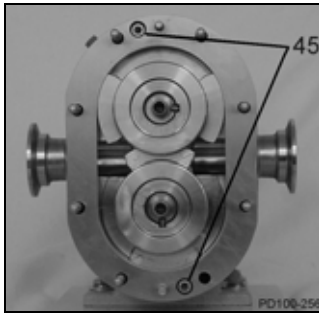

Figure 37 - Emplacement des vis à tête
1. Retrait des deux vis de fixation du corps (Figure 37, élément 45).